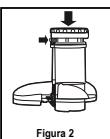

Figura 2
3. Coloque o filtro de aço inoxidável em cima da cesta do filtro empurrando para baixo e girando até que estajam alinhadas com as cavidades situadas na parte superior do eixo motor (figura 2).
7. Pressione e mantenha pressionado “” o bastão para empurrar os alimentos e ao mesmo tempo pressione o botão (veja a figura 2). A função de autolimpeza desligará automaticamente após 30 segundos.
2. Remova a jarra e o recipiente coletor de bagaço inclinando-os um pouco para que saiam com facilidade (figura 2).
- Encaixe o eixo do espremedor embaixo do coador e gire-o no sentido horário até travar (figura 2).
2. Remova a jarra e inclinando-o um pouco para que saia com facilidade (Figura 2).
4. Gire o conjunto das lâminas no sentido horário. Certifique-se de que esteja bem fechada antes de usar (Figura 2).
2. Abra a alça para travar em aço inoxidável movendo-a para a direita e para baixo para liberar a base do mixer (Figura 2).